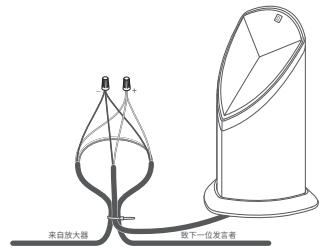

图 6
8. 剪切左扬声器或右扬声器的两根正确电线 (参见下表), 剥去埋地线裸露端 3/4 英寸的绝缘层, 然后从相应扬声器尾纤的端部剥去 3/4 英寸的绝缘层 (见图 6)。
9. 制作一个大约 10 英寸的环路, 使用扎带将线环和扬声器尾纤固定到位, 以消除应力, 如图 6 所示。